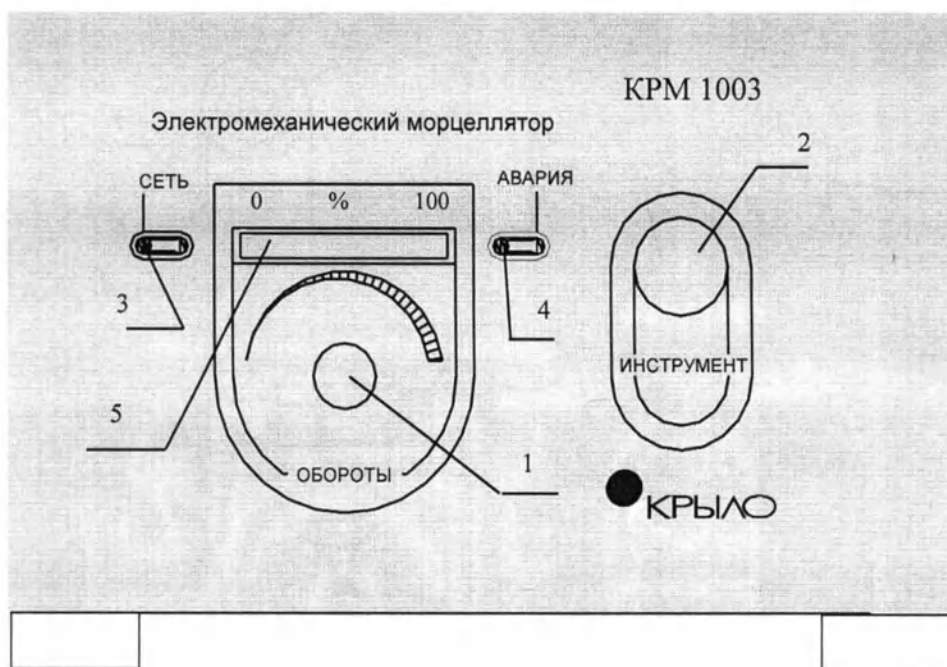

Рис. 1
2.2.1. На лицевой панели блока управления (рис.1) расположены :
- рукоятка управления скоростью вращения рабочей части (1);
- разъем подсоединения электродвигателя (2);
- светодиодный индикатор “сеть” (3);
- светодиодный индикатор “авария” (4)